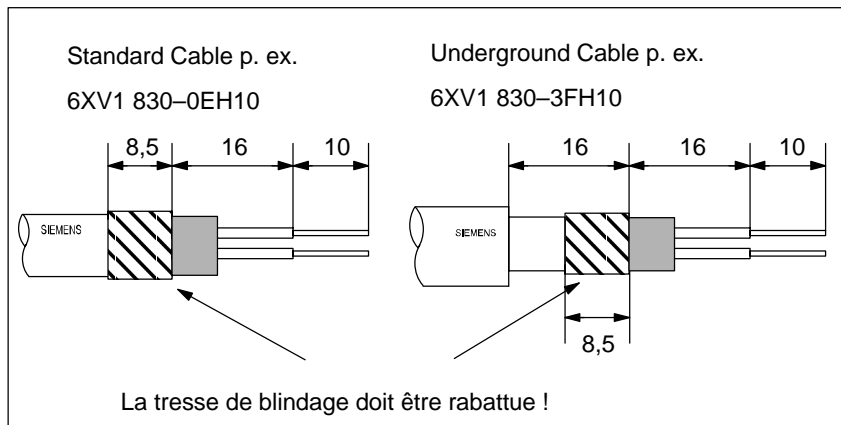

Figure 5-10 Longueur à dénuder pour la connexion à l'élément de terminaison actif PROFIBUS
2. Dénudez le câble PROFIBUS comme indiqué à la figure 5-10.